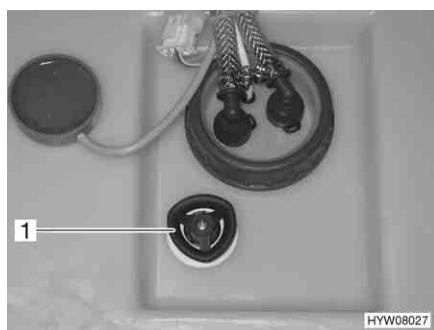

Fig. 82 Serbatoio dell'acqua con maniglia girevole
Chiusura: ■ Sul serbatoio dell'acqua, ruotare la maniglia girevole (Fig. 82,1) in senso orario fino all'arresto.
Apertura: ■ Sul serbatoio dell'acqua, ruotare la maniglia girevole (Fig. 82,1) in senso antiorario fino all'arresto. L'acqua fuoriesce fino a ca. 20 litri.
- Sul serbatoio dell'acqua ruotare la maniglia girevole (Fig. 82,1) in senso antiorario, oltre la resistenza verso l'esterno fino all'arresto, per aprire completamente l'apertura di scarico.